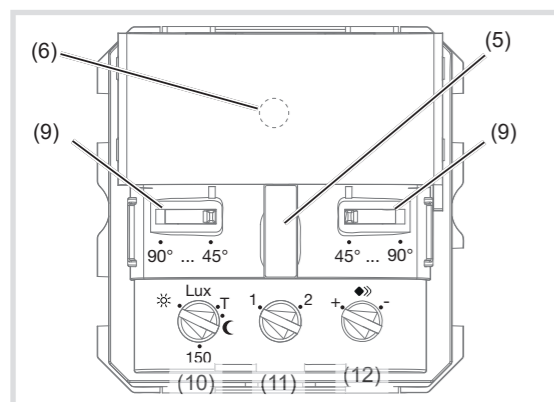
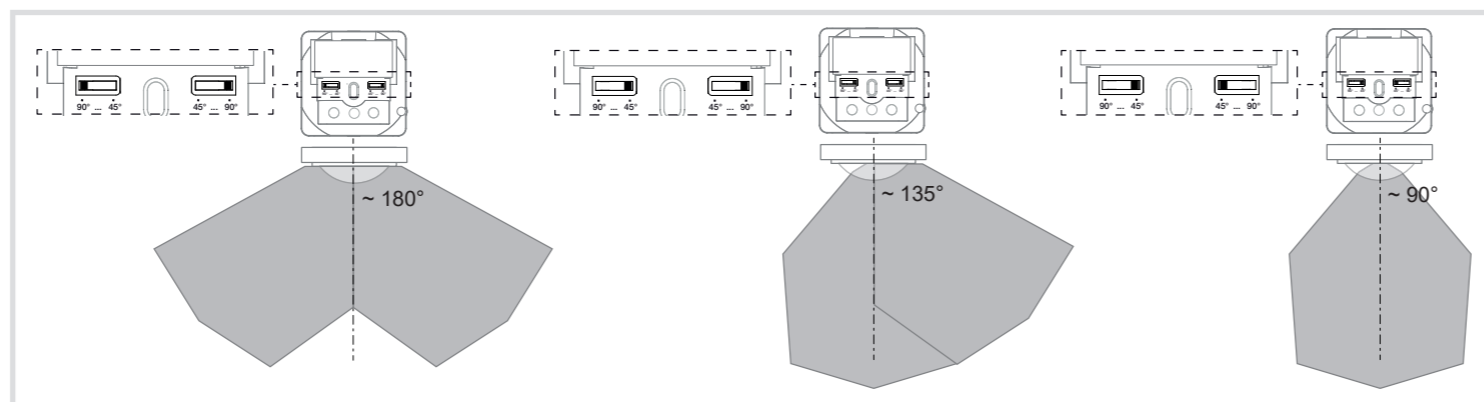

Figura 9: elementi di comando e impostazione
Figura 10: impostazione dell'angolo di copertura
Panoramica degli elementi di comando e impostazione (figura 9)
Il rilevatore di movimento offre due modalità di esercizio selezionabili con il potenziometro della modalità di esercizio (figura 9, 11):
L'angolo di copertura può essere limitato per il lato destro e per il lato sinistro su ogni dispositivo di impostazione (figura 9, 9) tra 45° ... e 90°. In tal modo l'angolo di copertura si trova tra 90° e 180° (figura 10).
- Impostare il potenziometro soglia di luminosità (figura 9, 10) sulla posizione T.
- Ruotare il potenziometro soglia di luminosità (figura 9, 10) nella posizione desiderata.
- Ruotare il potenziometro sensibilità (figura 9, 12) nella posizione desiderata.
- Ruotare il potenziometro della soglia di luminosità (figura 9, 10) sulla posizione Test (T).